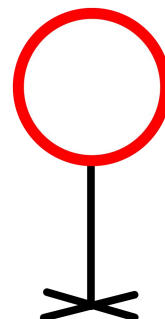

图3 圆框示意图
(4) 送货目标中的数字并非给无人机识别用，仅为了描述、记录方便，颜色与目标底色相近。
(5) 作业区域中标志“A”所在附近区域可放置供无人机穿越的圆框，见图3，圆框可采用外径约110cm的红色呼啦圈，呼啦圈固定在地面支架上，圆心高度约150cm，支架为黑色。
(6) 400cm×500cm作业区四周及顶部设置安全网，安全网支架在安全网外。
(7) 测试现场避免阳光直射，但不排除顶部照明灯及窗外环境光照射，参赛队应考虑到测试现场会受到外界光照或室内照明不均等影响因素；测试时不得提出光照条件要求。